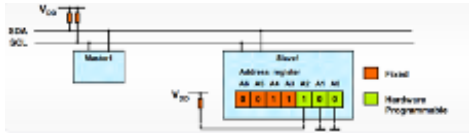

Fig. 2. Beispiel von 7-Stelligen Binärwert Adresse
Bei der grundlegenden Kommunikation des I2Cs werden die Übertragung von 8 Bits oder Bytes verwendet. Jedes Slave des I2C Geräts hat eine 7-Bit Adresse, die auf dem Bus eindeutig sein sollen. Jedoch braucht das Master-Gerät keine Adresse, weil das Clock (über SCL) generiert und an die individuelle Slave-Geräte adressiert. Tatsächlich wird die I2C-Adresse durch einen 7-stelligen Binärwert dargestellt. Standardmäßig ist die Adresse auf 64 (1000000b) eingestellt. Sie folgt immer durch ein Schreib-bit (0) und ein Lese-bit (1). Wenn Bit 0 auf 1 gesetzt wird, liest das Master-Gerät vom Slave-Gerät. Siehe Abbildung 2.